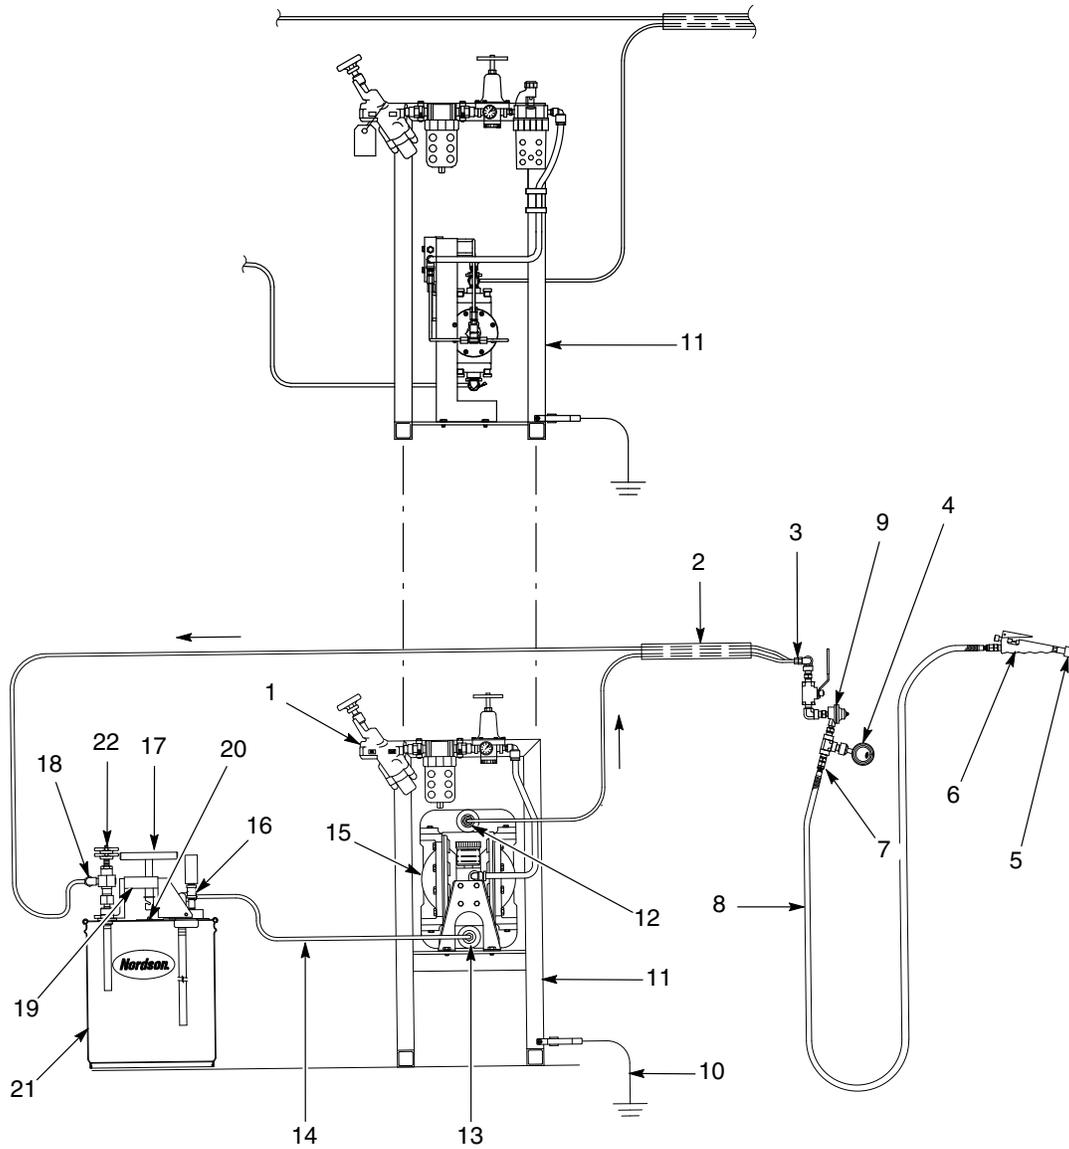

Abb. 3 Typisches System
2. Siehe Abb. 3. Den Membranpumpenständer (11) fest im Boden verschrauben.
3. Das Erdungsband (10) am Membranpumpenständer anbringen. Das Erdungsband an eine echte Erdung anschließen.
5. Ein Ende des Doppelleitungsschlauchs (2) an den Rücklaufanschluss (18) der T-Griffbaugruppe anschließen. Das andere Ende des Doppelleitungsschlauchs am Pumpenausgangsstecker (12) anschließen.
6. Die beiden übrigen Enden des Doppelleitungsschlauchs an die Eingänge des Schlauchverteilerblocks (3) anschließen.
7. Die Spitze (5) an der Handpistole (6) anbringen.
8. Die Handpistole am Einzelleitungsschlauch aus PTFE (8) anbringen. Den Schlauch an den Verteilerblockausgang (7) neben dem Manometer (4) anschließen.
9. Den Schlauch (14) installieren und den Membranpumpeneingang (13) mit der Eingangsverschraubung (16) der T-Griffbaugruppe verbinden.
10. Den T-Griff (17) am Gebinde mit frischem Primer (21) anbringen. Die  $\frac{3}{4}$  Zoll- und die 2 Zoll-Rohrstopfen vom Gebinde abnehmen. Den T-Griff in das Gebinde stecken. Den 2 Zoll-Adapter über dem 2 Zoll-Loch ausrichten.
1. Siehe Abb. 3. Neues Primergebinde durch Abnehmen beider Stopfen und Kappen öffnen.
2. Den T-Griff (17) herunterdrücken, um die Spannung zu entlasten. Den Gebindegriff vom T-Griff abnehmen. Die T-Griffbaugruppe (19) vom alten Primergebinde (21) abnehmen.
6. Die Druckluftversorgung zur Primerpumpe einschalten, um die Membranpumpe (15) zu starten und um das Umwälzen des Primermaterials zu starten.
7. Die Handpistole (6) auslösen, um das System zu spülen und alle Luft aus den Schläuchen zu beseitigen.
1. Siehe Abb. 3. Eine neue Spitze (5) an der Handpistole (6) anbringen.
2. Luftversorgung einschalten und den Druck der Membranpumpe (15) auf 1,4-1,7 bar (20-25 psi) einstellen.
2. Siehe Abb. 3. Die Handpistolenspitze (5) abnehmen und entsorgen.
3. Luftzufuhr zur Membranpumpe (15) abstellen. Den T-Griff (17) der T-Griffbaugruppe (19) gegen den Uhrzeigersinn drehen, um den Druck vom Gebindegriff (20) zu nehmen.
4. Die T-Griffbaugruppe vom Primergebinde (21) abnehmen. Die T-Griffbaugruppe in ein Gebinde mit Methylethylketon-Lösungsmittel (MEK) setzen. Den T-Griff anziehen, um die T-Griffbaugruppe am Gebinde mit MEK-Lösungsmittel zu befestigen.
5. Die Membranpumpe (15) starten. Die Regelschraube an der Handpistole (6) ganz gegen den Uhrzeigersinn drehen.